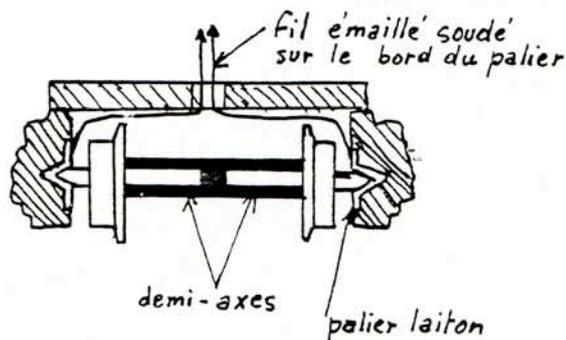

Fig.2
b) Prise de courant par le palier de roulement (fig 2)